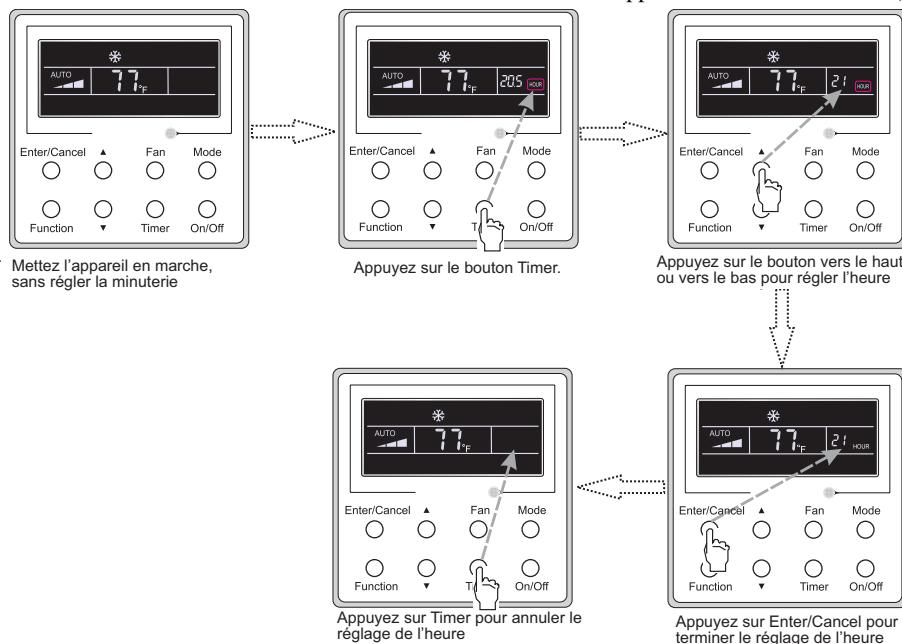

Fig. 11 – Minuterie désactivée alors que l'appareil est à l'état de marche
- **Mode MINUTERIE DÉSACTIVÉE** : Appuyez sur **TIMER**. Si **xx.x hour** n'apparaît pas à l'affichage, le réglage de la minuterie a été annulé (la fig. 11 affiche le réglage **MINUTERIE DÉSACTIVÉE**, alors que l'appareil est à l'état de **marche**).